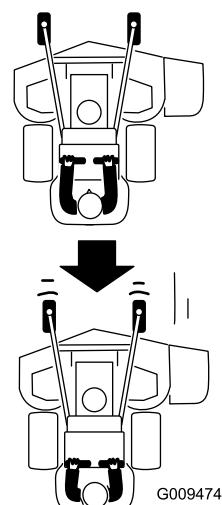

Figure 23
- Tirez les leviers de commande de déplacement lentement en arrière (Figure 23).